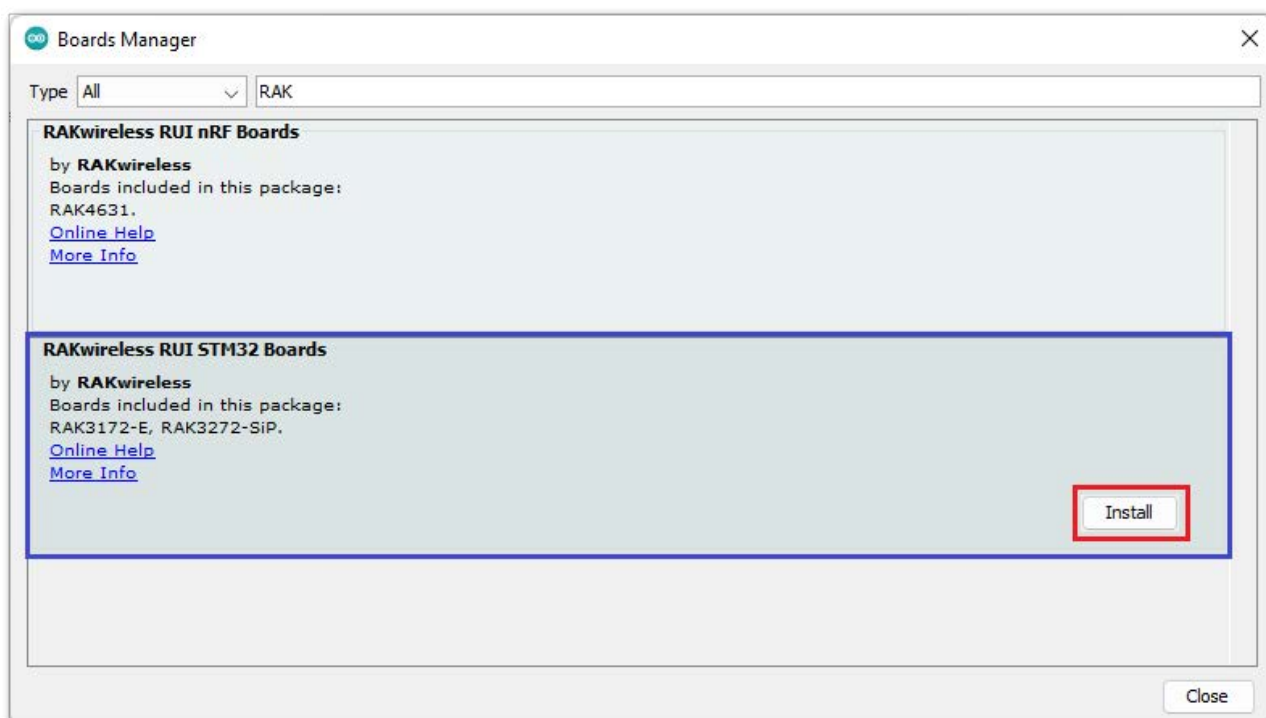

Figura 3 - placas da RAKwireless no gerenciador de placas.
2. Agora, abra o gerenciador de placas na Arduino IDE no menu Ferramentas, depois em Placa e Gerenciador de Placas. No campo de pesquisa, digite RAK. A opção RAKwireless RUI nSTM32 Boards vai aparecer, conforme mostra a figura 3.